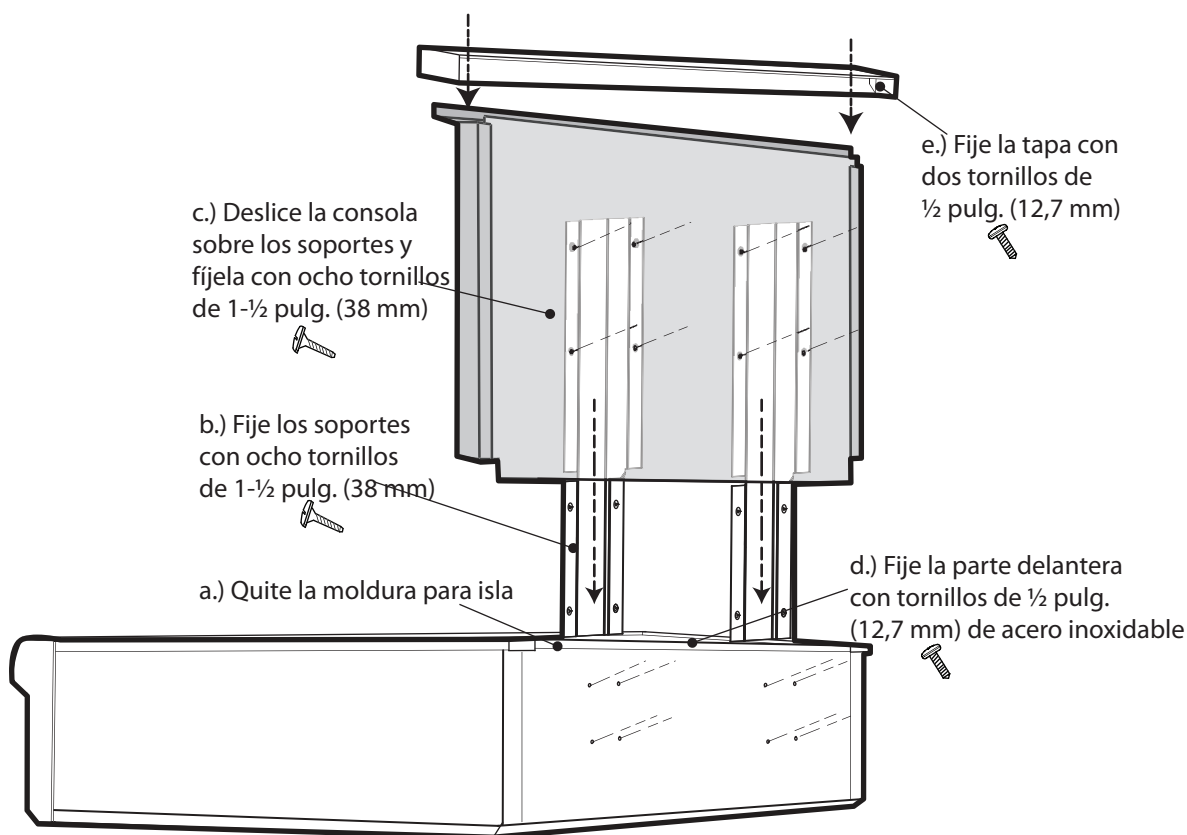

Figura 12: La consola trasera baja
- Según el modelo, quite los tres o cuatro tornillos de acero inoxidable proporcionadas con la moldura para isla. Quite los dos tornillos que sujetan la pieza al panel trasero. Levante la moldura para isla para quitarla (A, *Figura 12*).
- Deslice los soportes entre los dos paneles traseros de los armazones de las estufas. Fije cada soporte con cuatro tornillos de 1½ pulg. (38 mm) (B, *Figura 12*).
- Deslice la consola trasera sobre los dos soportes de la parte trasera de la estufa. Fíjela con ocho tornillos de 1-½ pulg. (38 mm) (C, *Figura 12*).
- Fije la parte delantera de la consola trasera a la estufa con tres o cuatro tornillos e ½ pulg. (12,7 mm) (D, *Figura 12*).
- Coloque la tapa de la consola trasera en la parte superior y fíjela con dos tornillos de ½ pulg. (12,7 mm) (E, *Figura 12*).